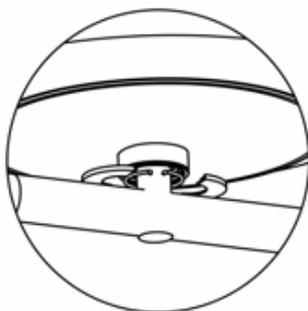

Fig.9
- Fixez le couvercle anti-poussière (inclus dans le kit de vis et de montage) comme indiqué sur la Fig.9.